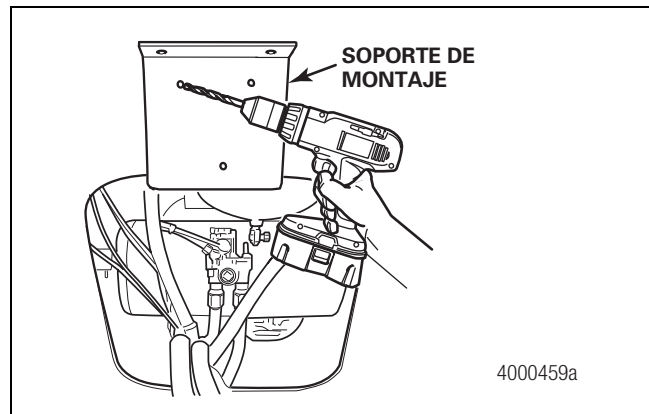

Figura 2.55
1. Ubique la caja de control según se describe en esta sección. Use como plantilla el soporte de montaje proporcionado y taladre tres agujeros de 1/4 de pulgada (6.36 mm) en la superficie de instalación apropiada para colocar la caja de control según se describe en esta sección. Figura 2.55.